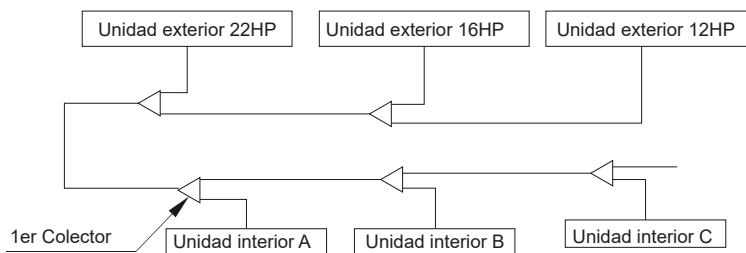

Fig. 3.8 Secuencia de disposición de las unidades exteriores
- 1) La unidad de 16 HP se conecta al primer colector (véase la Fig. 3.8).